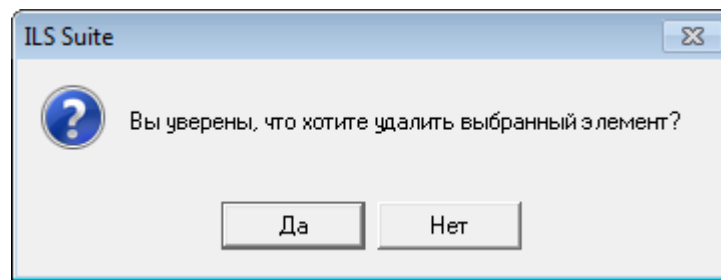

Рис. 13-424 – Диалоговое окно при удалении мероприятия
5) В открывшемся диалоговом окне нажать «Да» для подтверждения действия (рис. 13-424).